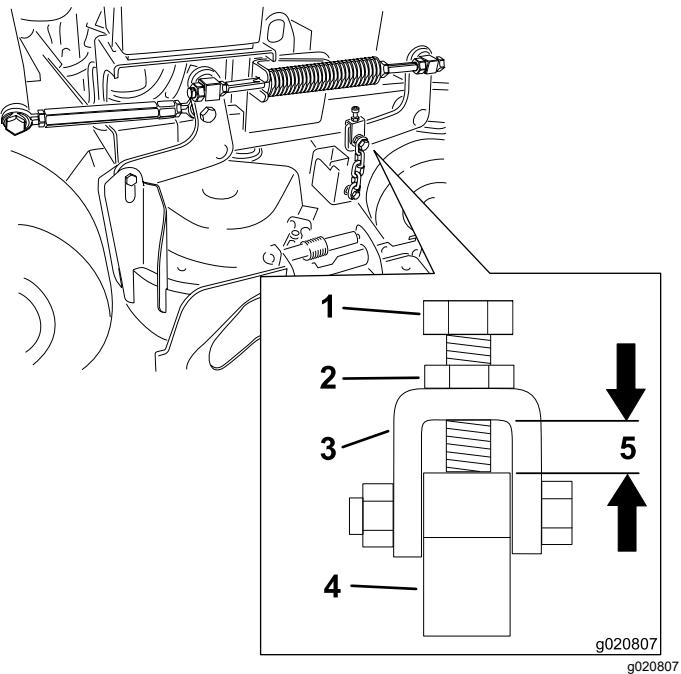

Figure 82
Remarque: L'écart doit être de 11 mm, comme montré à la Figure 82.
6. Si un réglage est nécessaire, desserrez le boulon de chaîne supérieur (Figure 82).
7. Desserrez l'écrou de blocage et ajustez le boulon de réglage de sorte à obtenir la distance correcte, indiquée à la Figure 82.